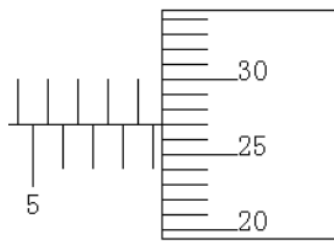

图 1
3. 用螺旋测微器测量轴径的结果如图 1 所示，则该轴的直径 $d=$ _____mm。